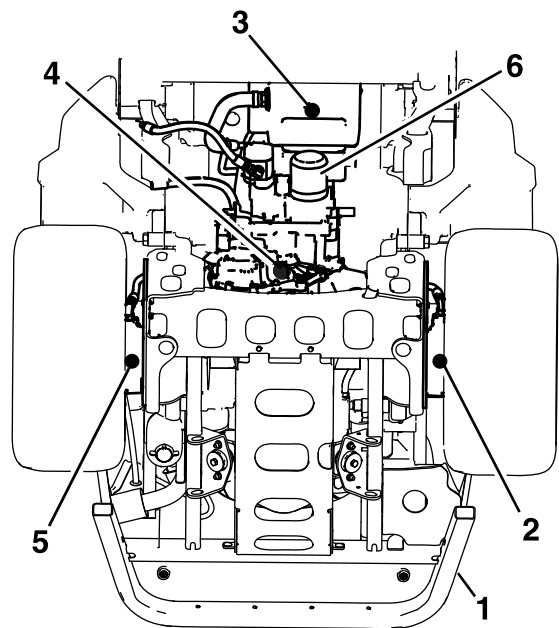

Figura 68
4. Coloque um tabuleiro de drenagem grande debaixo do reservatório hidráulico, caixa de transmissão e motores esquerdo e direito das rodas (Figura 68).
5. Retire os tampões de drenagem de cada área e deixe o fluido hidráulico drenar (Figura 68).
6. Limpe a zona em redor do filtro de fluido hidráulico e retire o filtro (Figura 68).